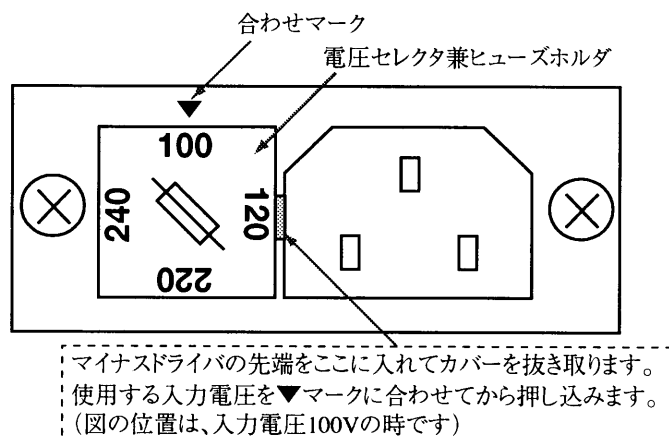

図1-2 ヒューズホルダの外し方
- ① 【POWER】スイッチをOFFにし、電源コードのプラグを抜いてください。
- ② 図1-2のように、ヒューズホルダを外します。